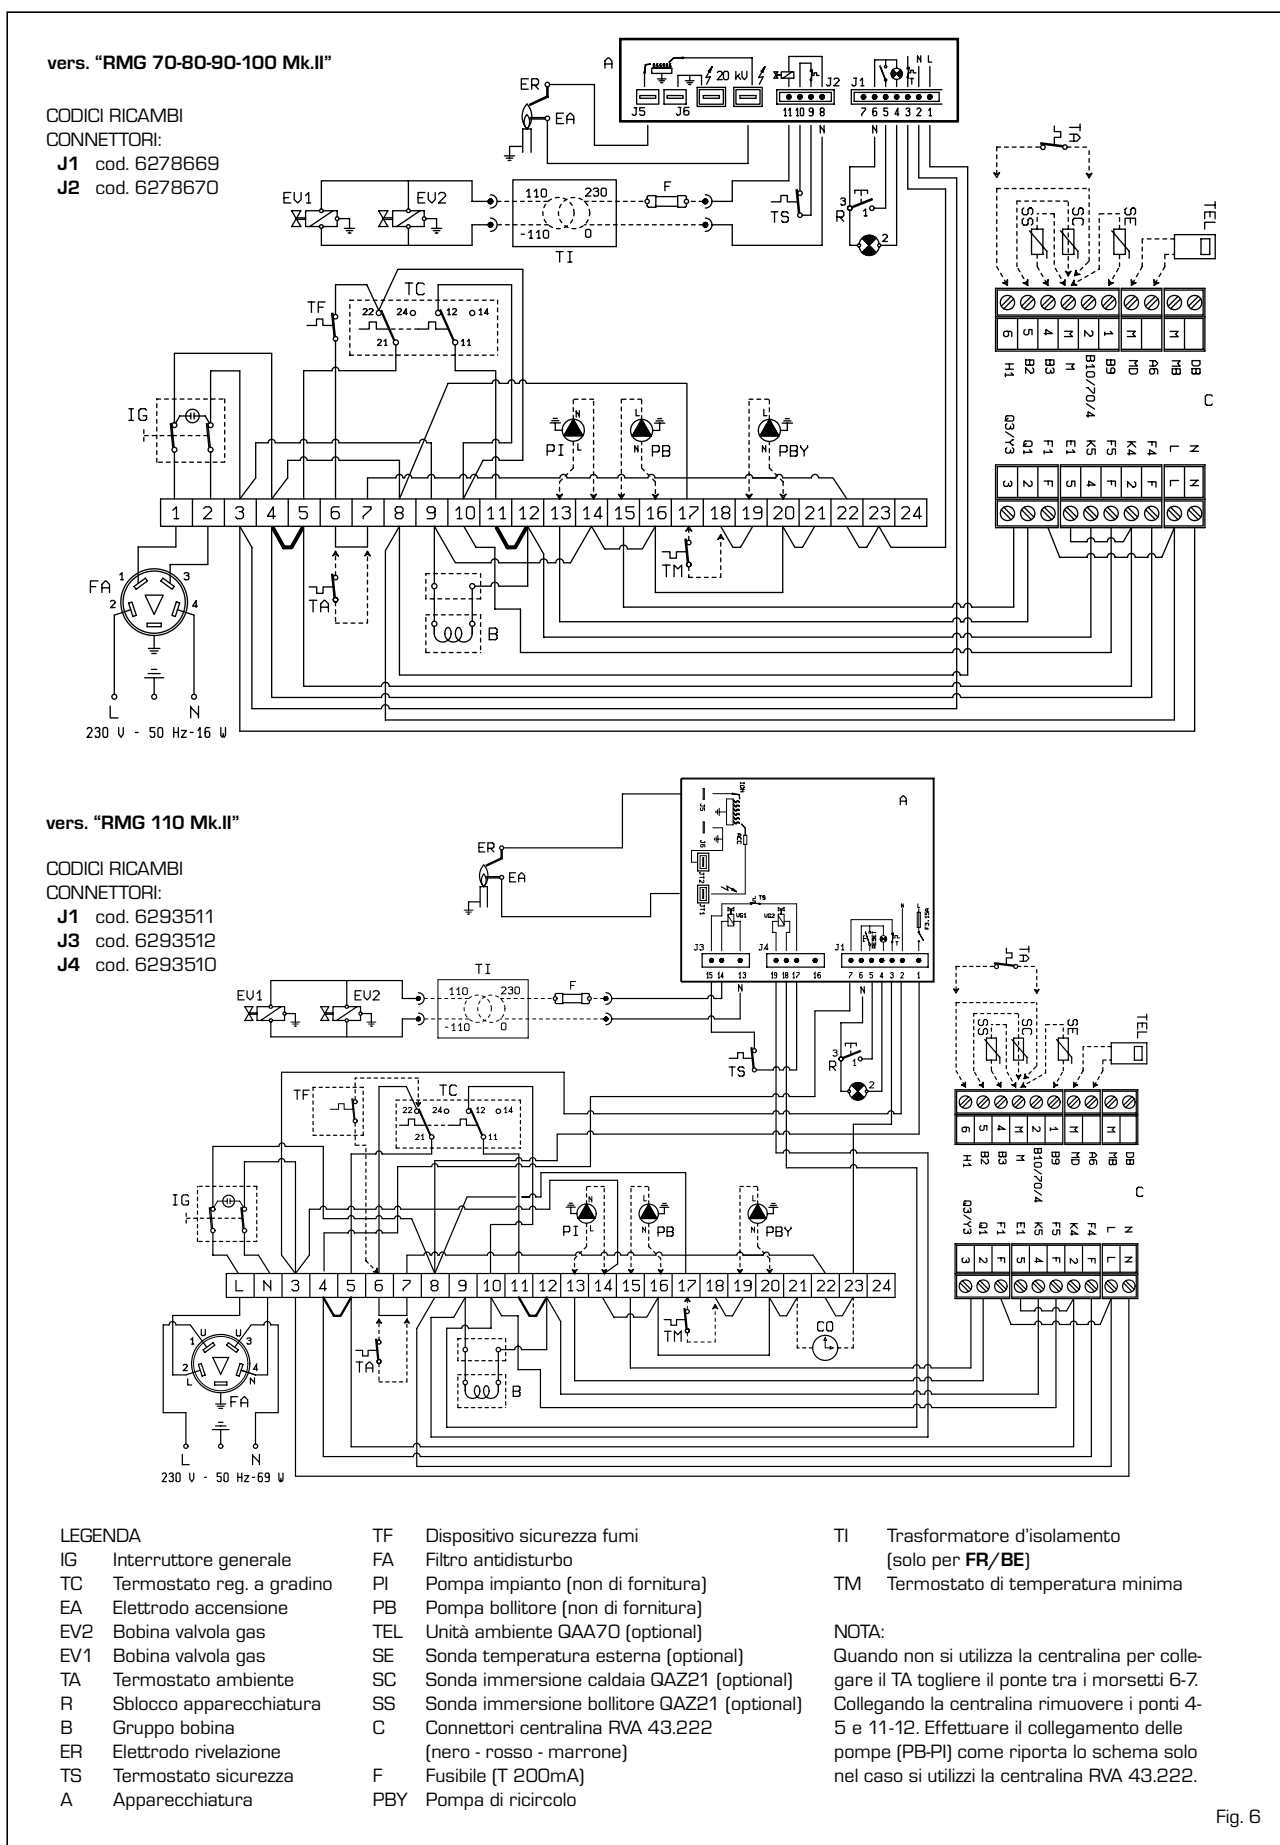

Fig. 6
Per installare la centralina è necessario collegare tali connettori e rimuovere dalla morsettiera i ponti 4-5 e 11-12 (contrassegnati in grassetto nello schema di fig. 6).
Per il montaggio della sonda temperatura esterna (SE) seguire le istruzioni riportate nell'imballaggio della sonda stessa. Per effettuare i collegamenti elettrici fare riferimento allo schema di fig. 6.